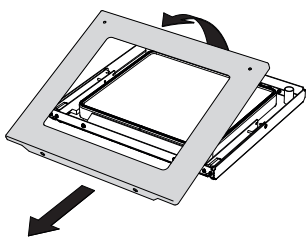

Bild 38
- Backrohtürblende an der Griffseite aufschwenken und nach vorne wegnehmen (Bild 38).